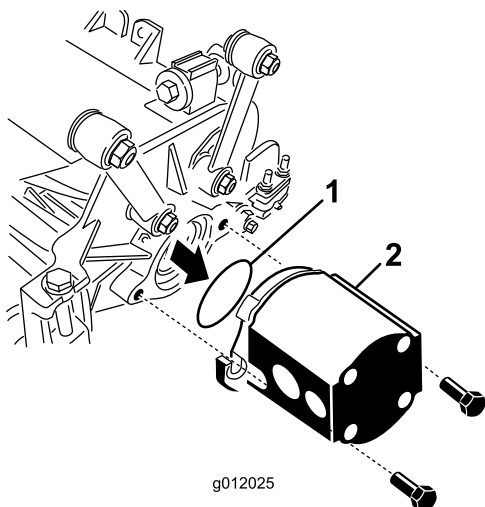

Рисунок 24
- Установите уплотнительное кольцо (поставляемое в комплекте с режущим блоком) на фланец двигателя привода (Рисунок 24).
- Установите двигатель на приводной конец режущего блока и закрепите его двумя колпачковыми винтами, входящими в комплект режущего блока (Рисунок 24).